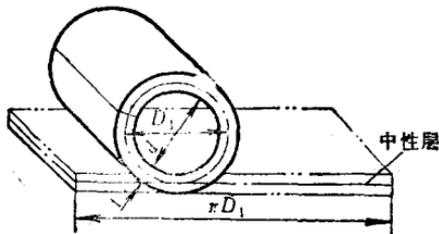

图 5
1. 计算圆筒中性层的展开尺寸 πD_1 (见图 5)， t 、 d